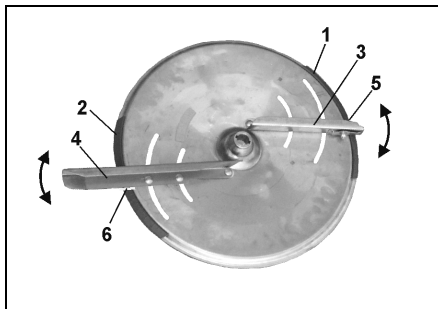

Fig. 25
För enkel och exakt inställning av spridarvingarna finns på vardera tallriken två skalor som inte kan förväxlas (Fig. 25/1 och Fig. 25/2).
Den kortare spridarvingen (Fig. 25/3) har en skala (Fig. 25/1) med inställningsvärde från 5 till 28 och den längre spridarvingen (Fig. 25/4) har en skala (Fig. 25/2) med inställningsvärde från 35 till 55.
Vridning av spridarvingarna mot ett högre skalvärde (Fig. 25/1 resp. Fig. 25/2) ger en större arbetsbredd.
- Sök upp värdet för den korta spridarvingen på skalan (Fig. 25/1).
- Ställ in avläsningskanten (Fig. 25/5) på den korta spridarvingen (Fig. 25/3) mot skalvärdet och drag på nytt åt vingmuttern.
- Sök upp värdet för den långa spridarvingen på skalan (Fig. 25/2).
- Ställ in avläsningskanten (Fig. 25/6) på den långa spridarvingen (Fig. 25/4) mot skalvärdet och drag på nytt åt vingmuttern.